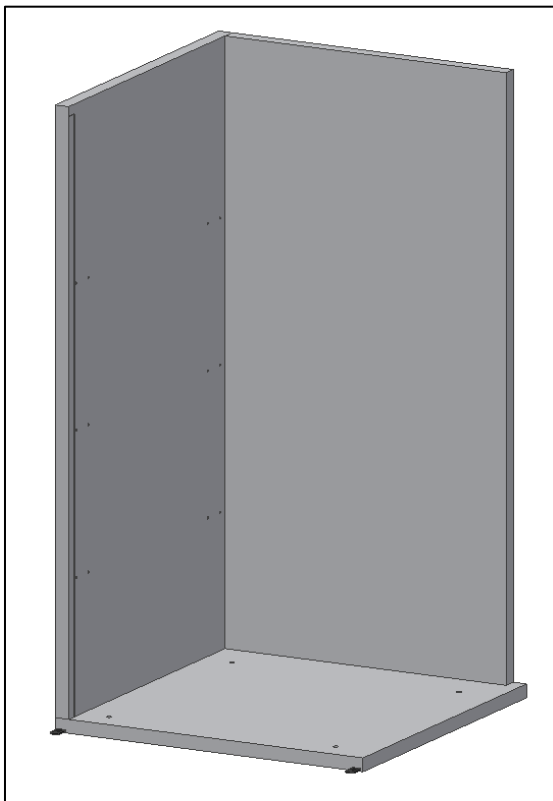

Fig. 4
- Fixer **le panneau latéral gauche** au panneau du fond et serrer seulement le fond (Fig.4).